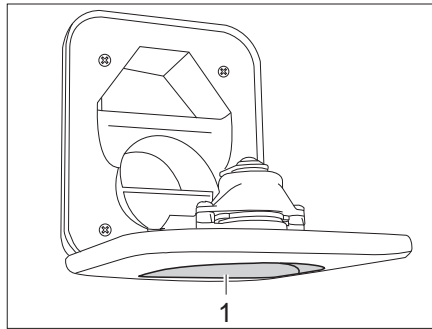

Fig. 253 Bocchettone di riempimento dell'acqua potabile per la toilette
- Aprire il bocchettone di riempimento dell'acqua potabile per la toilette (Fig. 253,1) posto sopra lo sportello della cassetta Thetford e inclinarlo verso il basso.